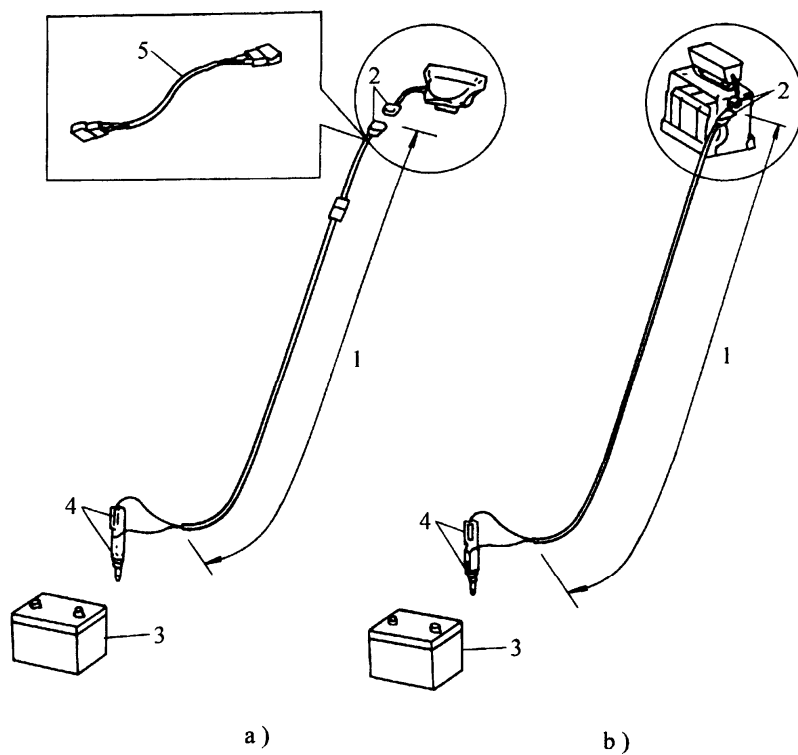

图 10-35 拉开引爆线束
(3) 拆下安全气囊模块。
(4) 暂时将安全气囊模块放在工作台上，装饰盖板必须朝上。
(5) 在地上整理出一块直径约 2m 的地方，以供引爆时放置安全气囊模块。
(6) 将引爆线拉伸至全长 10m，在引爆线束的短接端放置电源（最小 12V，2A），蓄电池即可，见图 10-35。